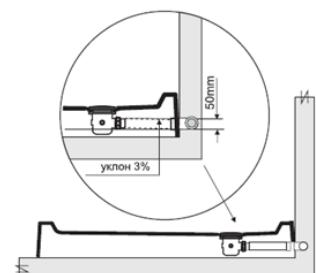

Рис.1
ВНИМАНИЕ! Монтаж душевой кабины производится только на полностью подготовленное место (рис. 1,2).
7. Для обеспечения слива воды из поддона канализационная труба должна быть ниже dna поддона. Уровень канализации не должен превышать 30 мм от пола до центра канализационной трубы (рис.1).